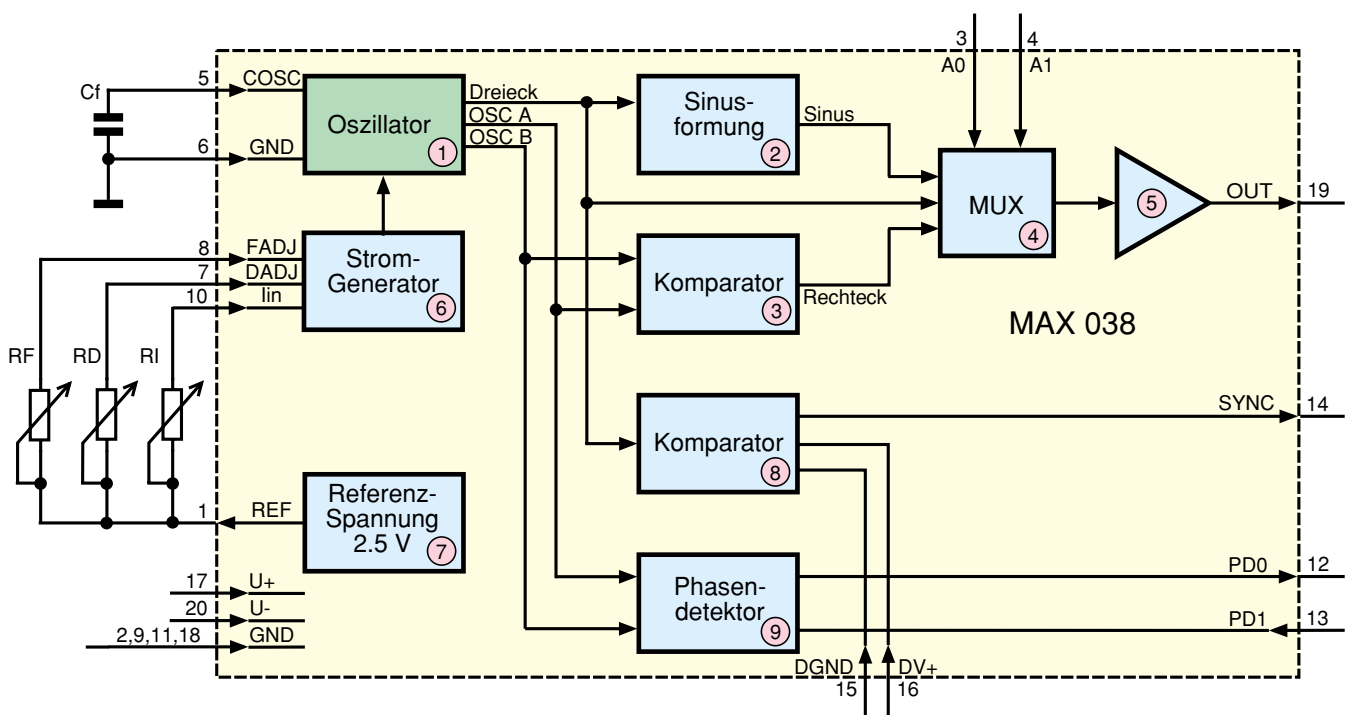

Bild 1: Blockschaltbild des MAX 038
Abbildung 1 zeigt das Blockschaltbild. Zentrales Element ist der Oszillator (1), der durch Laden und Entladen des externen Kondensators C_f mit konstanten Strömen eine Dreiecksspannung generiert, von der die weiteren Kurvenformen abgeleitet werden. Die Frequenz dieses Oszillators wird zum einen durch den externen Kondensator C_f und zum anderen vom Stromgenerator (6) erzeugten Strom bestimmt. Der Stromgenerator besitzt die drei Steuereingänge FADJ, DADJ und I_{in}.